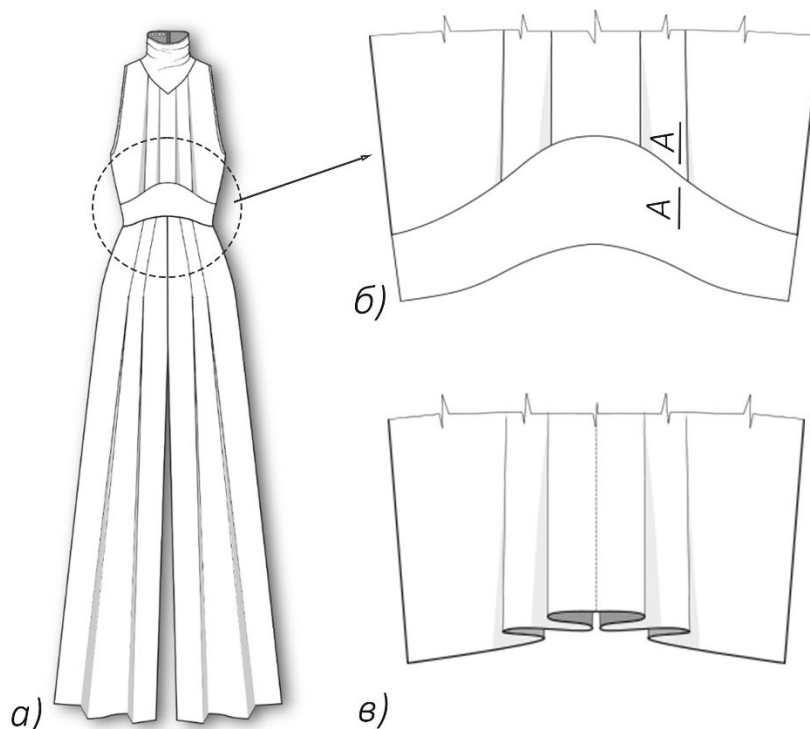

Рисунок 4 – Фрагмент технического рисунка комбинезона «Втачной пояс»:
1. Выполнить чертеж необходимых лекал фрагмента технологического узла «Втачной пояс» (рис.4) заданной модели женского комбинезона в натуральную величину в графическом редакторе NanoCad. А именно: соединение передней части фигурного пояса с полочкой.
Третий этап: Изготовление (пошив) образца фрагмента заданной модели (рис. 4) Общие рекомендации